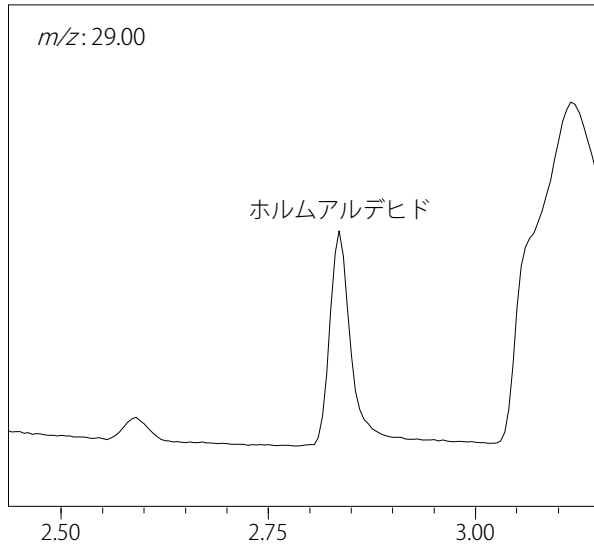
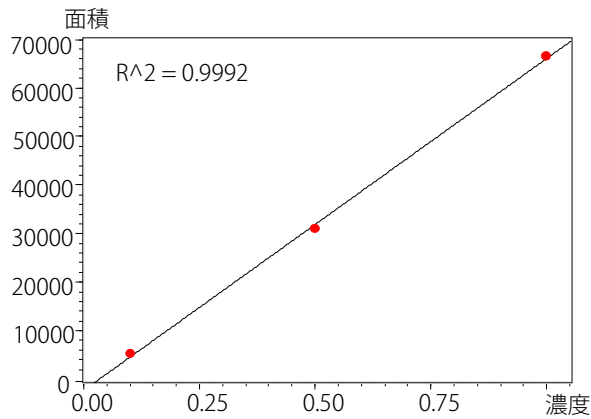

図4 0.1 ppm ホルムアルデヒドの SIM クロマトグラム
図6 ホルムアルデヒドの検量線
0.1 ppm の標準溶液を分析した場合の SIM クロマトグラムを図 4、5 に、検量線を図 6、7 に、標準試料 0.1 ppm の分析における繰り返し分析再現性 (n=3) を表 2 に示しました。感度、直線性、再現性ともに良好な結果を得ることが出来ました。